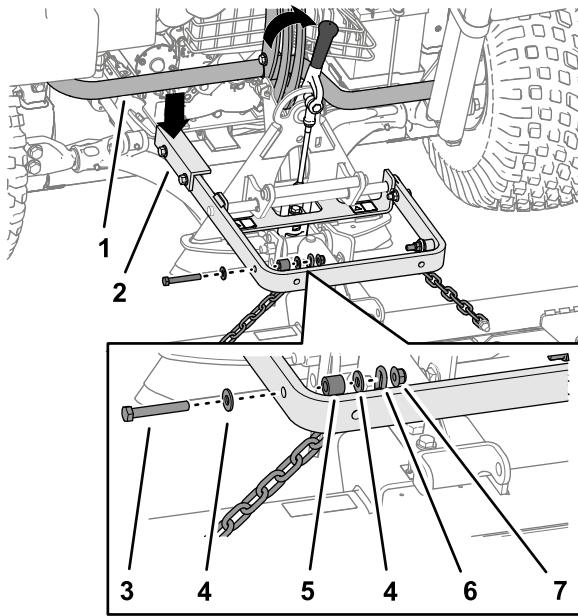

Рисунок 7
Внимание: Длинное плечо рычага подъема должно располагаться под задним узлом рамы тягового блока (Рисунок 7).
Для подъема и передвижения навесного оборудования используйте рукоятку сзади переходника навесного оборудования (Рисунок 7).
- Прикрепите верхнее звено каждой цепи к краю рычага подъема (Рисунок 7), используя болт (3/8 x 2-1/2 дюйма), 2 шайбы (3/8 x 7/8 дюйма), проставку и контргайку (3/8 дюйма).